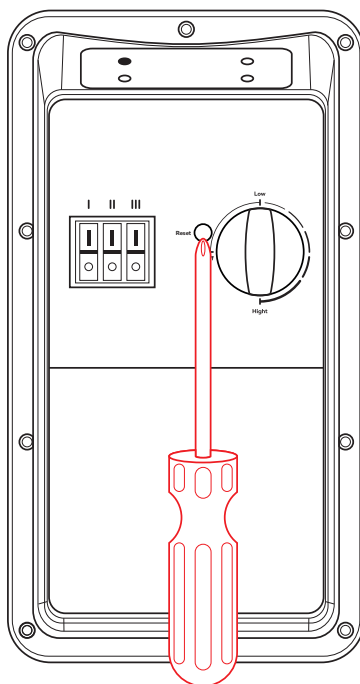

Рис. 3
При повышении температуры воды выше значения  $+90^{\circ}\text{C}$  срабатывает термовыключатель, экстренного отключения ТЭНа. Для возврата прибора в рабочее состояние необходимо нажать до щелчка кнопку термовыключателя (Рис. 3).
Рестарт ограничителя температуры: после срабатывания защиты от перегрева сначала выключите питание, затем сдвиньте подвижную крышку блока управления вверх, вставьте отвертку (диаметр головки  $> \text{Ø}6 \text{ мм}$ ) в отверстие RESET, как показано на Рис. 3, нажмите до щелчка для возврата пружины термоограничителя.
5. Водонагреватель оснащен термовыключателем, который прекратит подачу электроэнергии к ТЭНу, при перегреве воды. Если водонагреватель включен в сеть, но не происходит нагрев воды и не горит индикатор клавиши, значит отключился или не был включен термовыключатель. Для возврата водонагревателя в рабочее состояние необходимо: отключить питание от электроводонагревателя и в отверстие RESET, как показано на Рис. 3., нажмите до щелчка для возврата пружины термоограничителя.